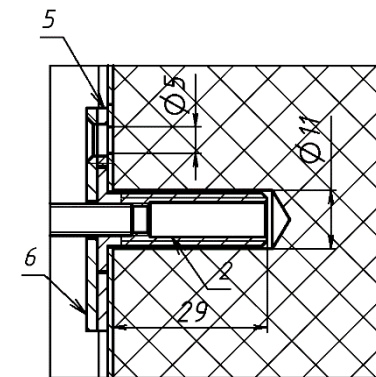

Рисунок 3
При монтаже якоря без сверления полотна двери насквозь применяют фиксатор (5) и упор (6) (рисунок 3). Для крепления упора, фиксатора, кожуха и болта М10 на полотне двери используются саморезы (в комплект поставки не входят).